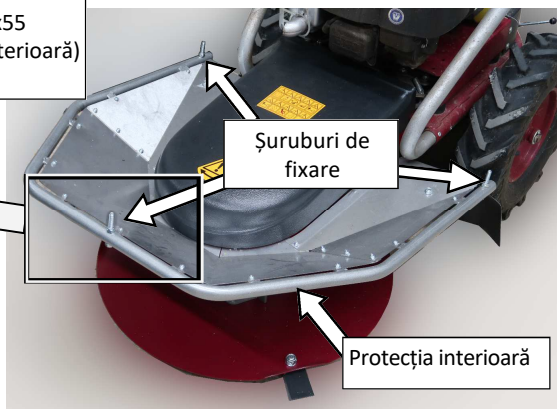
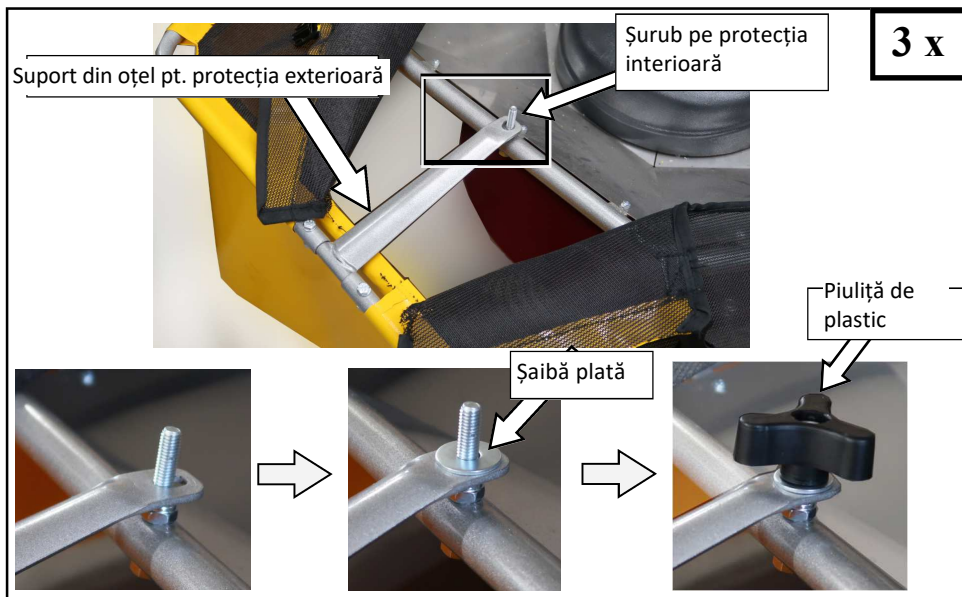

Fig.16 - Protecția interioară
Fig. 18 Partea frontală a protecției interioare
- Introduceți suporturile din oțel (3 buc.) ale protecției exterioare pe șuruburile prezente pe protecția interioară (fig.16, 18) și fixați-le cu piulițe de plastic, sub care introduceți șaibe plate (fig.18). Strângeți piulițele de plastic.